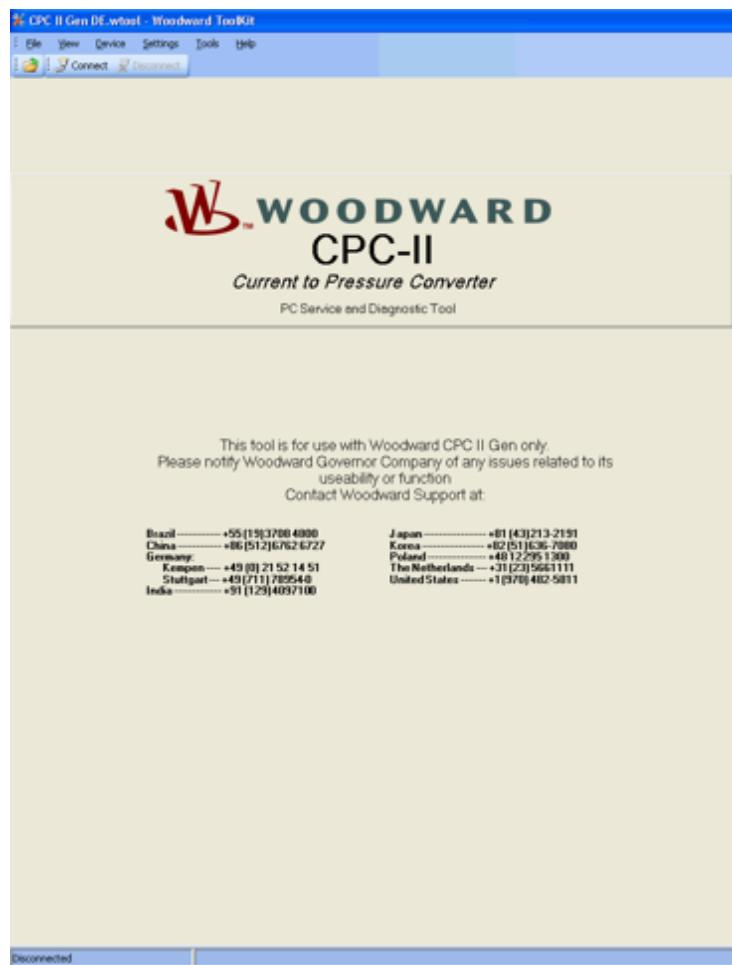

图 5-4. 服务工具主屏幕
- 0% 范围设置 这些设置限定控制压力的最低水平。0% 范围压力设置应设为略低于使伺服脱离最小就位位置所需的压力（0.1 bar 至 0.2 bar）。参见图 5-4。也可以将 0% 范围 mA 设置设为 4 mA 以外的值，以补偿控制器的模拟输出精度的微小变化；如果将 CPC-II 用于具有多个伺服的分程操作，也可以这样设置。有关详细信息，请参见第 6 章中所述的配置。
- 100% 范围设置 这些设置控制最大控制压力。通常，100% bar 设置对应于将伺服移动到最大位置所需的压力。参见图 5-4。